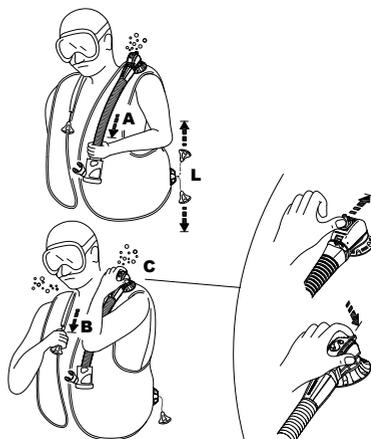

fig. 7
- a) une traction douce sur l'ensemble du flexible (fig. 7-A)
- b) une poussée sur le bouton qui ressort du boîtier de la soupape (fig. 7-C) (breveté) : ce système peut également être utile pour purger l'air d'un autre plongeur qui rencontre des problèmes (panique, plongeur débutant, perte de conscience, etc.)
- La soupape de purge double SCUBAPRO® (brevetée) possède un bouton manuel de sécurité qui relâche de l'air lorsqu'il est enfoncé (fig. 7 C), en cas de défaillance du système de purge manuelle (câble coupé, broche défilante, etc.) ou lorsque vous respirez dans un Air 2.
**Soupape d'épaule (fig. 7-B)**
La soupape de purge qui se trouve sur l'épaule droite, si elle existe, est activée en tirant doucement sur le bouton qui est attaché par une lanière à la soupape elle-même (fig. 7-B). Pour faire fonctionner l'une ou l'autre des soupapes de purge, orientez celle-ci de manière à ce qu'elle soit légèrement plus haute que l'air qui se trouve dans le gilet. Activez la soupape de purge jusqu'à ce que la flottabilité désirée soit atteinte. Pour refermer la soupape, arrêtez de tirer ou de pousser (fig. 7-B)
**Soupape de purge basse (fig. 7-L)**
**les dispositifs de dégonflage qui offrent le flux de gaz maximal sont la soupape d'épaule (fig. 7-B) et la soupape de purge basse (fig. 7-L).**